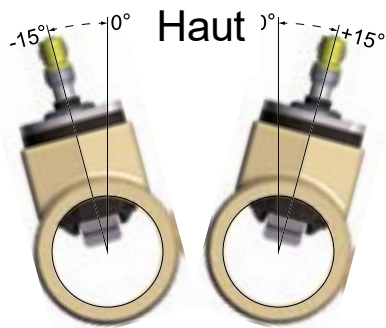

Figure 32
1. Orientez le débitmètre avec le connecteur en haut (Figure 32).
Important : Installer le collecteur de mousse à une inclinaison supérieure à $\pm 15^\circ$ peut entraîner des lectures inexactes (Figure 32).